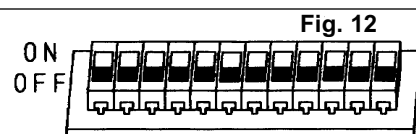

Fig. 12
- 1 - JMP1 der Elvox Steuerzentrale in Stellung "MEMO" bringen. Das Licht schaltet nach etwa 1 Sek. ein (Fig. 12, pag. 13).
- 1 - Insertar en "MEMO" el JMP1 de la central de mando Elvox, se enciende el relampagueador después de 1 segundo (ver (Fig. 12, pag. 13).
- B- porre in OFF tutti i 12 dipswitch della centralina (avendo l'accortezza di scrivere come erano posizionati per rimetterli poi nell'esatta posizione, Fig. 12).
- B- set all 12 control unit dipswitches to OFF (after noting positions for subsequent correct application as shown in Fig. 12).
- B- mettre sur OFF les 12 interrupteurs DIP de la centrale (en veillant à prendre note de la position sur laquelle ils se trouvaient pour ensuite les remettre en position exacte, Fig. 12).
- B- bringen Sie alle 12 DIP-Schalter des Steuergerätes in Stellung OFF (notieren Sie vorher die Stellung, um die Schalter anschließend wieder in ihre Ausgangsstellung bringen zu können, Fig. 12).
- B - poner en OFF todos los 12 dip switches de la central (teniendo cuidado de escribir su posición para ponerlos nuevamente en la misma posición (Fig. 12).
- B- posicionar em OFF todos os 12 dipswitch da central (tendo o cuidado de anotar como estavam posicionados para, no fim, voltar a colocá-los na mesma posição, Fig. 12).